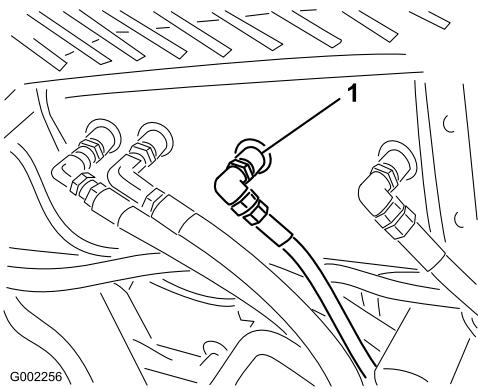

Bild 60
- Reinigen Sie den Bereich um einen Hydraulikschlauchanschluss unten am Hydrauliköltank (Bild 60).
- Nehmen Sie das Schlauch-Anschlussstück vom Tank ab und lassen Sie das Öl in die Wanne laufen (Bild 60).